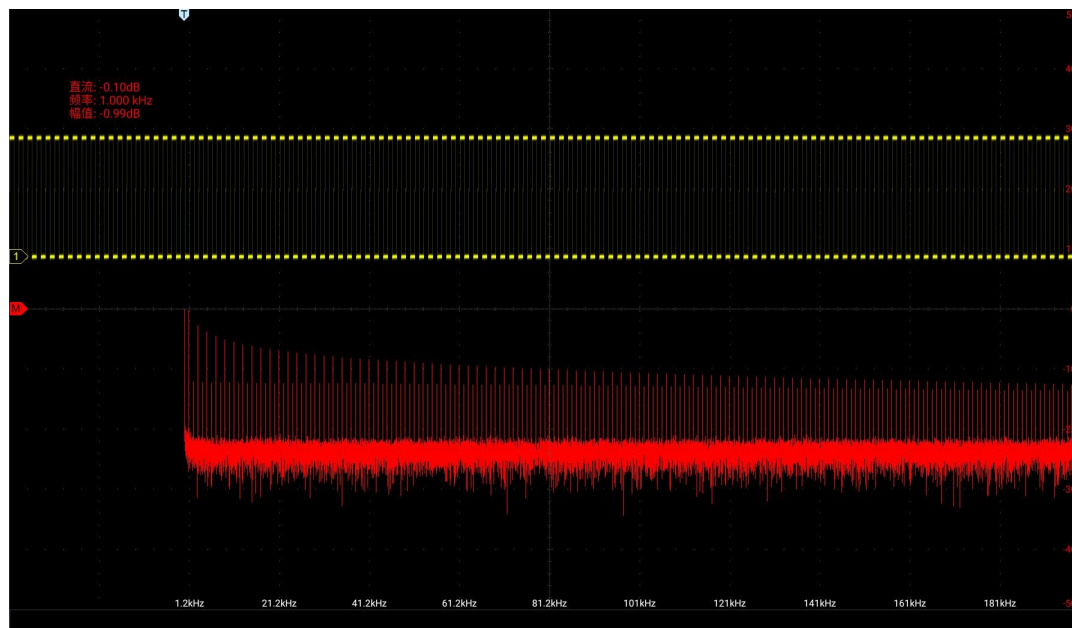

Abbildung 9-3 FFT-Fenster
- 2) Tippen Sie auf den Spektraltyp „Line/Decibel“ unter „“, um das FFT-Fenster zu öffnen (siehe Abbildung 9-3 FFT-Fenster).